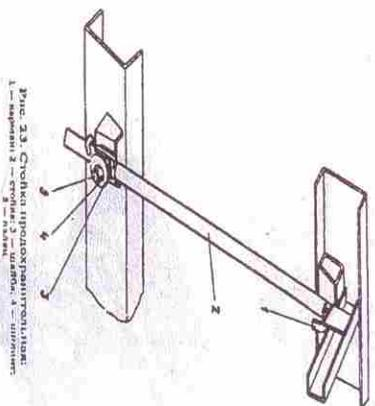

Fig. 23. Safety post. 1 — post; 2 — arm; 3 — base.
4.11. Стойка предохранительная (см. рис. 23). Предохранительная стойка